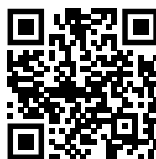

Fig. 143
- ▶ Abrir el Liebherr SmartMonitoring Dashboard. (consulte Fig. 143).